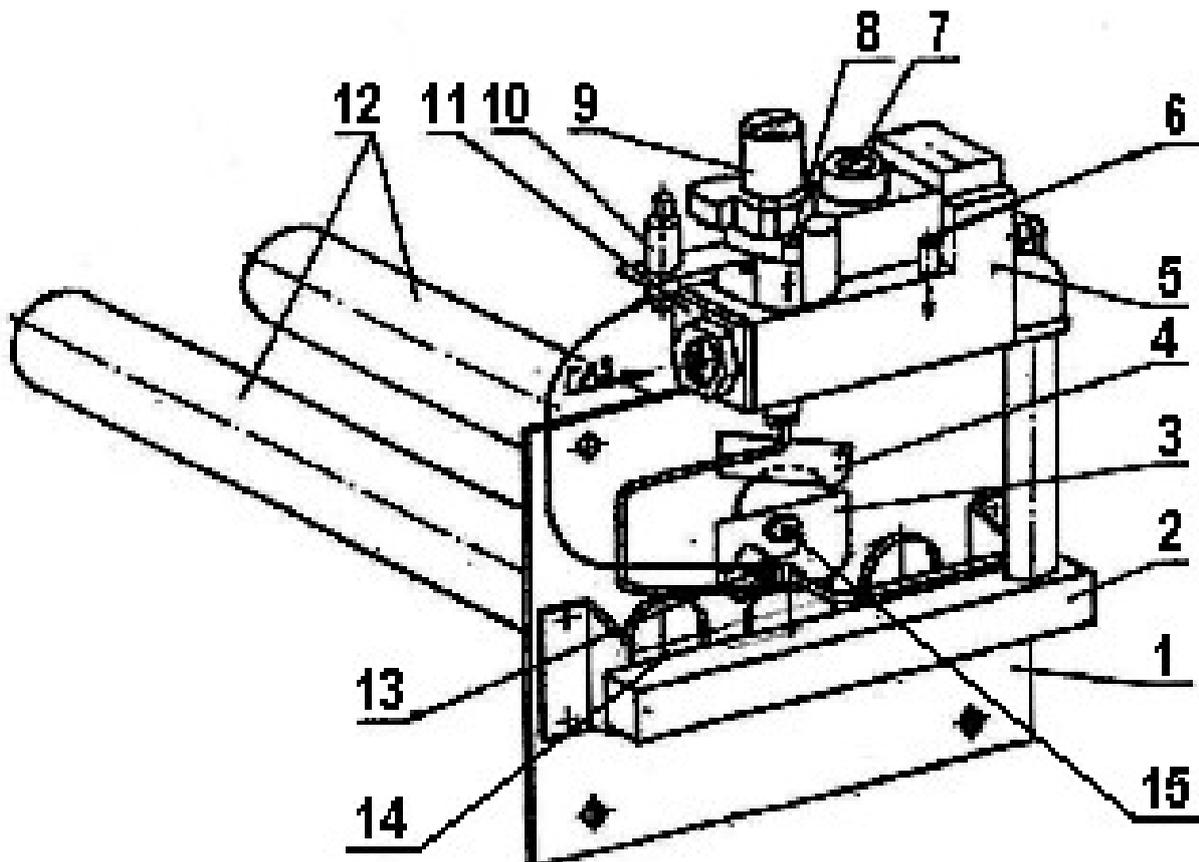

Рисунок 4. Пристрій газопальниковий
3.3 Газопальниковий пристрій (рис.4) складається з панелі поз.1, запального поз.3 та основних поз.12 пальників та колектора з газовим клапаном поз.5.
6.1.5 Під'єднати апарат до газопроводу через фланець поз.11 рис.4.
6.2.9 Однією рукою натиснути на кнопку включення поз.9 (рис.4) до упору і одночасно, не відпускаючи кнопки, другою рукою натиснути на п'єзокнопку поз.10 (рис.4) 1-3 рази, при цьому загориться полум'я на запальному пальнику.